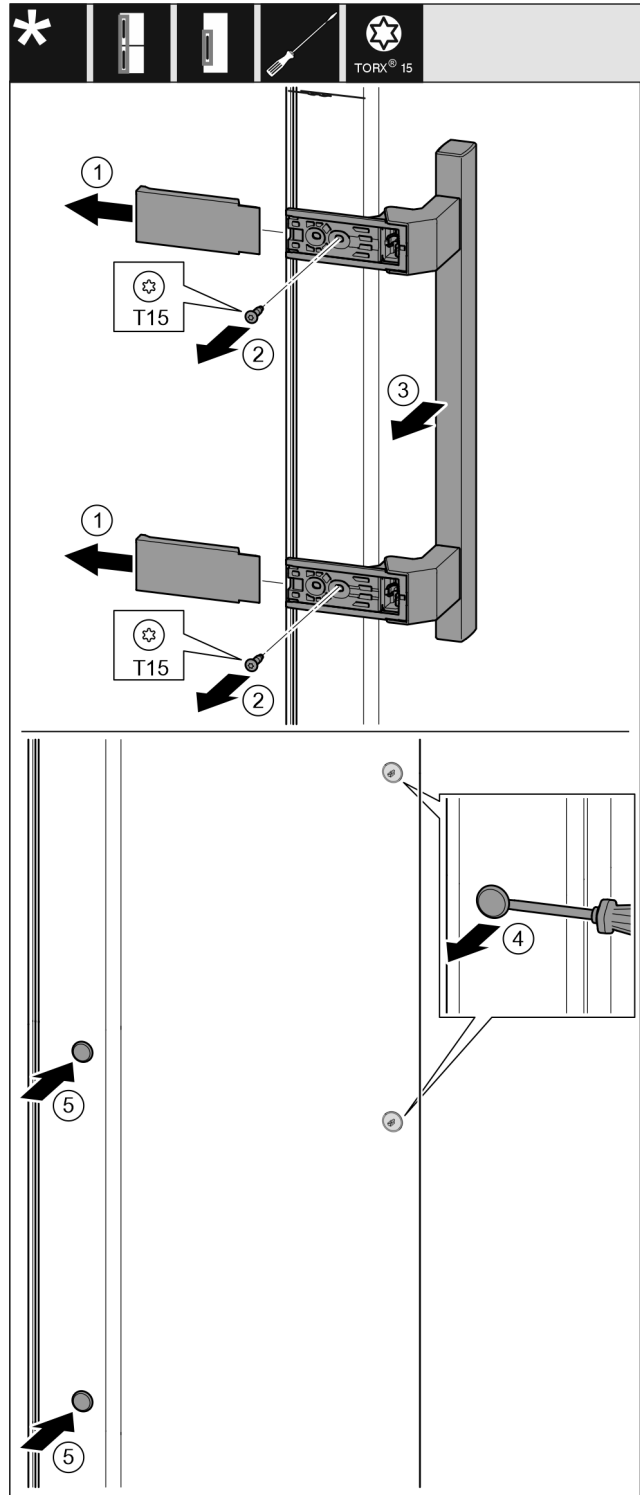

Fig. 13
- ▶ Nutraukite dengiamąją plokštelę. *Fig. 13 (1)*
- ▶ Išsukite varžtus atsuktuvu T15. *Fig. 13 (2)*
- ▶ Nuimkite rankenėlę. *Fig. 13 (3)*
- ▶ Šoninį kaištį atsargiai pakelkite išdrožiniu atsuktuvu ir jį ištraukite. *Fig. 13 (4)*
- ▶ Vėl įstatykite kaištį kitoje pusėje. *Fig. 13 (5)*